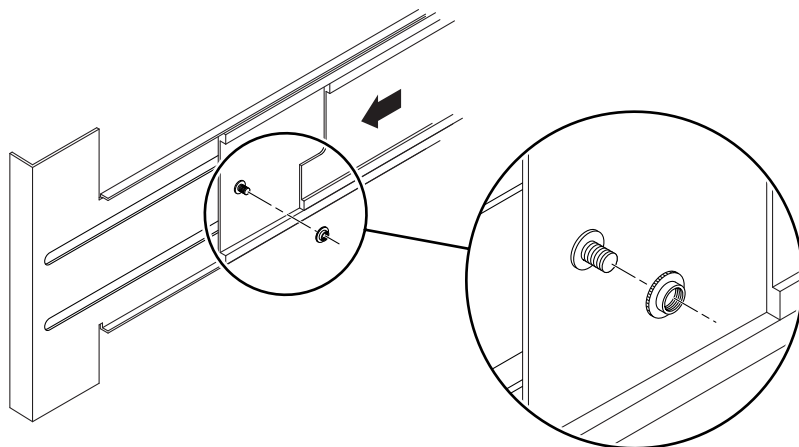

図 1-15 スペーサの挿入および締め付け
4. サーバーの背面から、Sun 提供のスペーサを各レールの止め金具に挿入して締め付けます (図 1-15)。